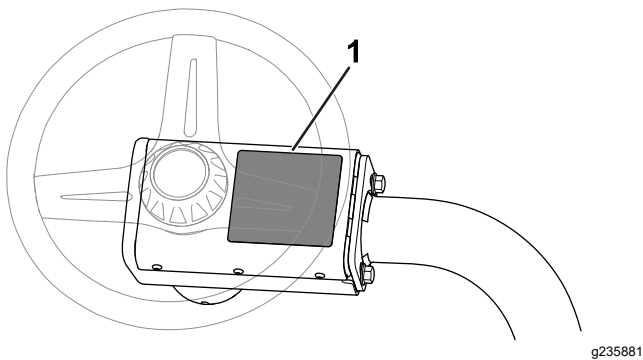

Figure 14
- **Autocollant de sécurité CE :** apposez l'autocollant de sécurité CE (réf. 139-8321) sur l'autocollant de sécurité existant (réf. 139-8320) situé sur le couvre-moyeu du volant ; voir Figure 14.